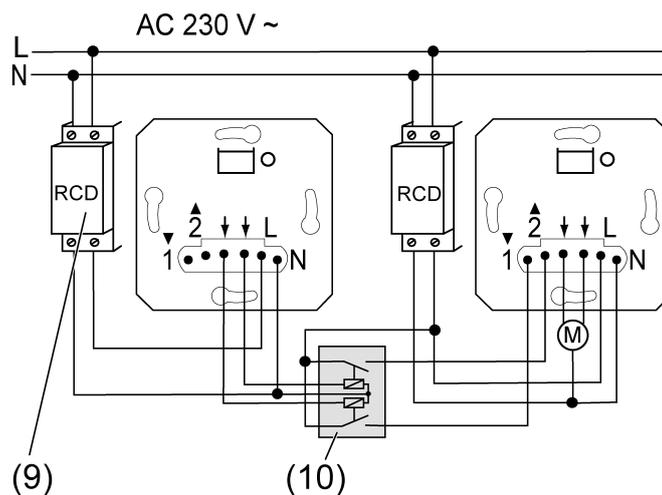

Bild 5: Anschlussbeispiel zwei RCD-Kreise
- Die Geräte nach Anschlussbeispiel anschließen (siehe Bild 5).